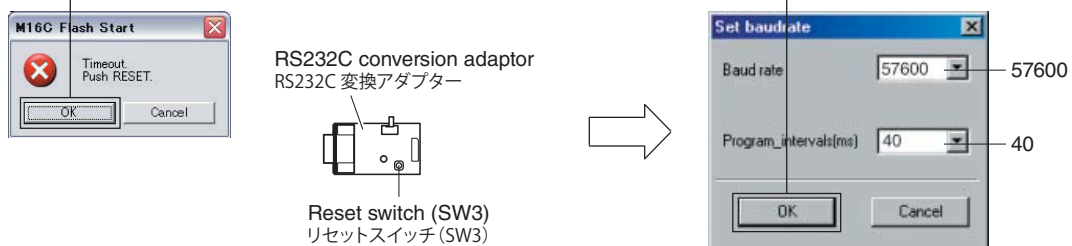

Fig. 3
- \* If the "Timeout" error screen appears, press the "reset switch (SW3)" of the RS232C conversion adaptor and click [OK], and "Set baud rate" screen appears. (Fig. 3)
- ※ もしタイムアウトエラーが表示された場合、RS232C 変換アダプターの "リセットスイッチ (SW3)" を押して [OK] をクリックします。すると通信速度の設定画面が開きます。(Fig. 3)
Click [OK]. (Fig. 3)
[OK] をクリックします。(Fig. 3)